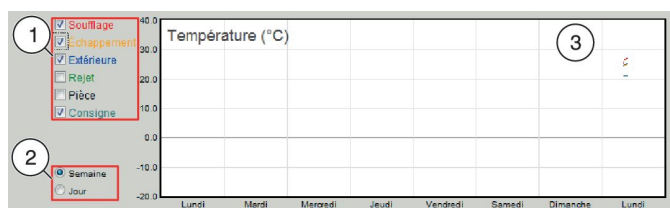

Fig. 37 : Sélection des valeurs mesurées
3. ▶ Cliquer sur "Semaine" ou "Jour", selon la période souhaitée de visualisation des valeurs mesurées (Fig. 37 /2).
4. ▶ Sélectionner le paramètre pour lequel vous souhaitez visualiser les valeurs mesurées (Fig. 37 /1).
5. ▶ Cliquer sur le schéma (Fig. 37 /3) pour agrandir l'affichage.